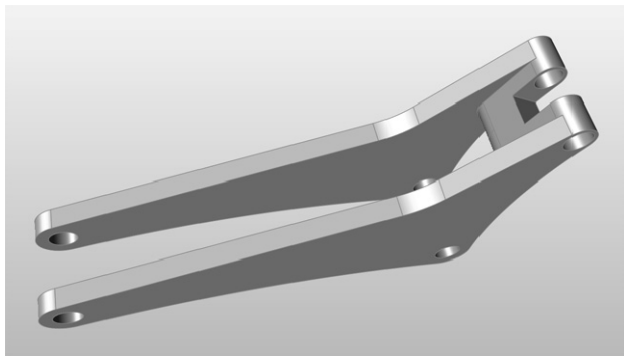

图 9-21
5) 对其他内表面重复推/拉步骤，将其拉伸为 12 mm，如图 9-21 所示。